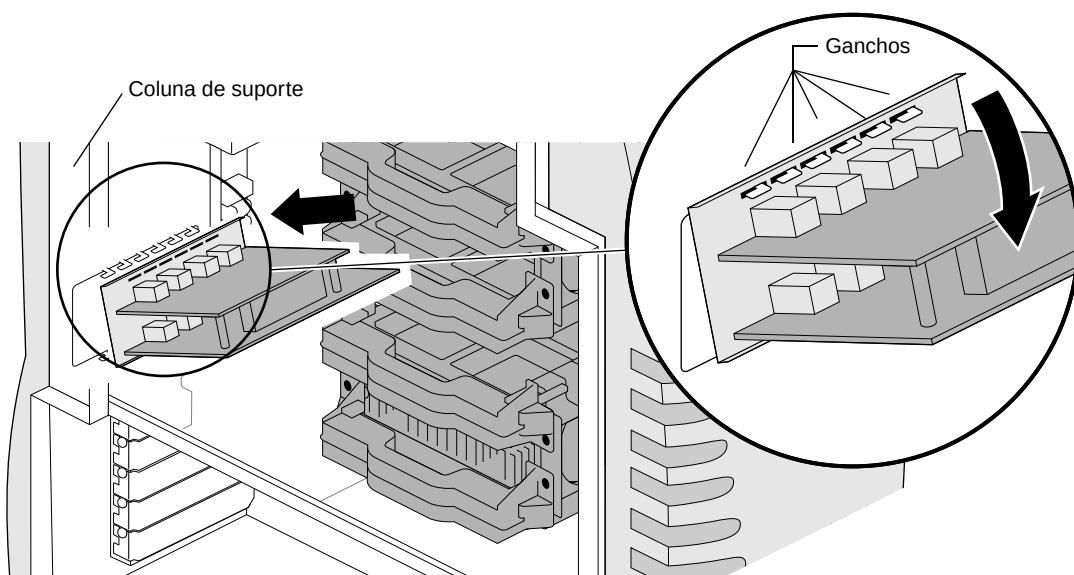

Figura 5-17 Instalando a placa opcional SD1100 da Silicon Graphics
8. Localize os slots acima dos conectores da placa SD1100 da Silicon Graphics. Esses slots se encaixam nos ganchos do chassi para ajudar a fixar a placa SD1100 no lugar. Veja a Figura 5-17.